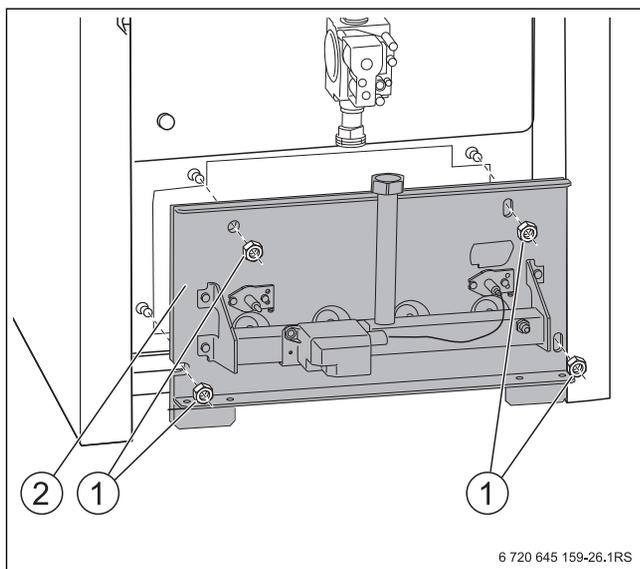

Рис. 50 Снятие крепежных гаек
- ▶ При креплении щитка горелки (→ рис. 50, [2], стр. 39) слегка затяните четыре винта.